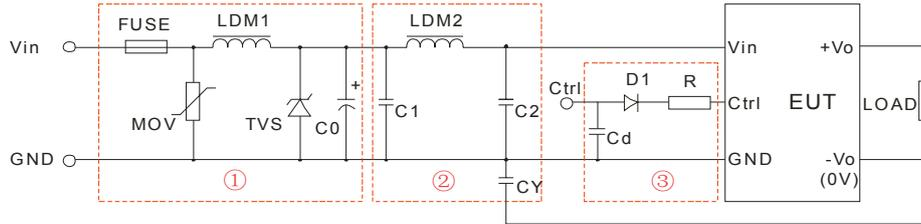

图 1
注: 1.图 1 中第①部分用于 EMS 测试; 第②部分用于 EMI 滤波, 可依据需求选择;
2. $V_C$  为 Ctrl 端相对于输入地 GND 的电压,  $V_D$  为 D1 的正向导通压降,  $I_C$  为流入 Ctrl 端的电流, 一般取 5-10mA, Ctrl 端外围电路如图 1-③;
## EMI 测试效果图（推荐电路见图 1-②）